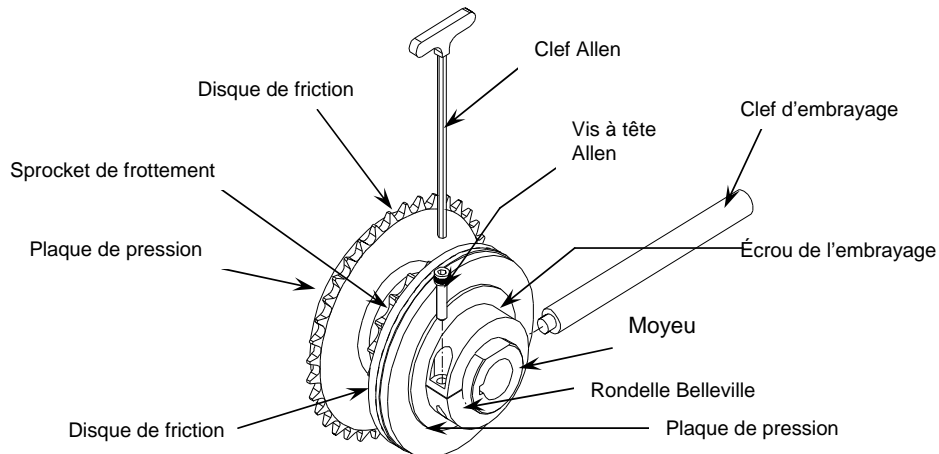

Figure 13 Réglage de l'embrayage
1. Dévissez la vis à tête Allen avec la clef de l'embrayage (Figure 13)